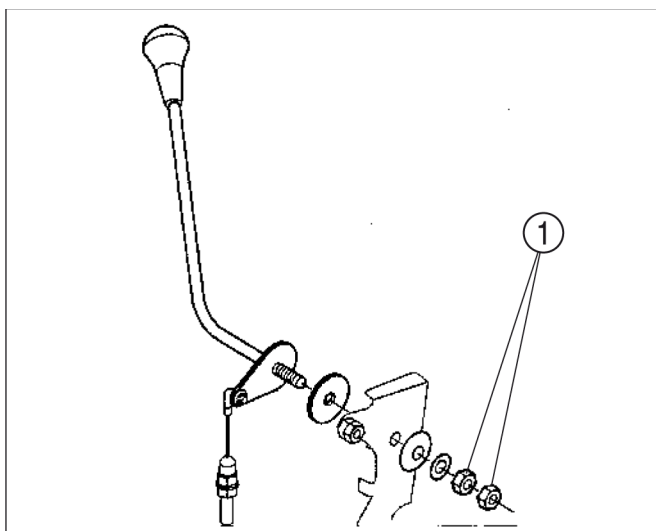

FIG. 74
**Abb. 74:** Der Handgashebel sollte jeweils in der Position verharren, in die er vom Fahrer geschoben wird. Aufgrund von Verschleiß hält der Hebel nach einiger Zeit unter Umständen nicht mehr seine Position. In diesem Fall die Einstellmutter (1) drehen, um die Hebelspannung wie erforderlich zu erhöhen.